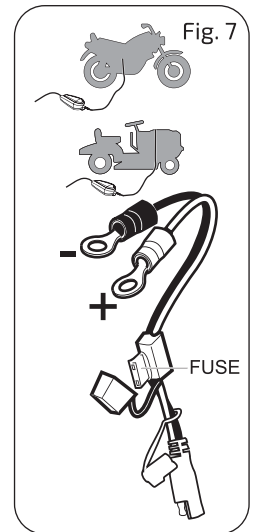

Fig. 7
5. Verwendung vom Ösenkabel (Fig. 7):